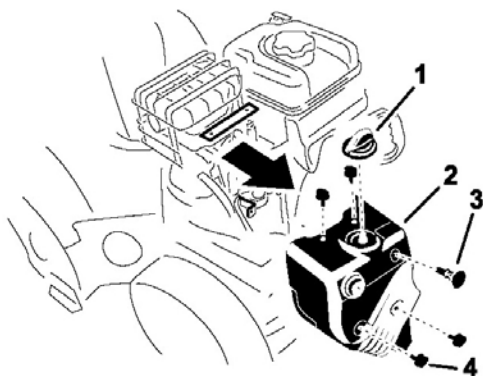

Рисунок 44.
2. Снимите 4 винта, которые крепят снежный кожух к снегоуборщику (Рис. 44).